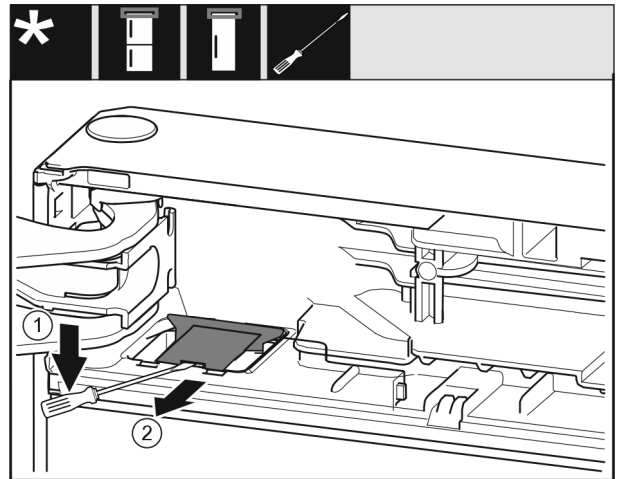

Fig. 9
- ▶ Avec un tournevis plat détacher et garder le cache. Fig. 9 (1)
- ▶ Sortir le cache. Fig. 9 (2)